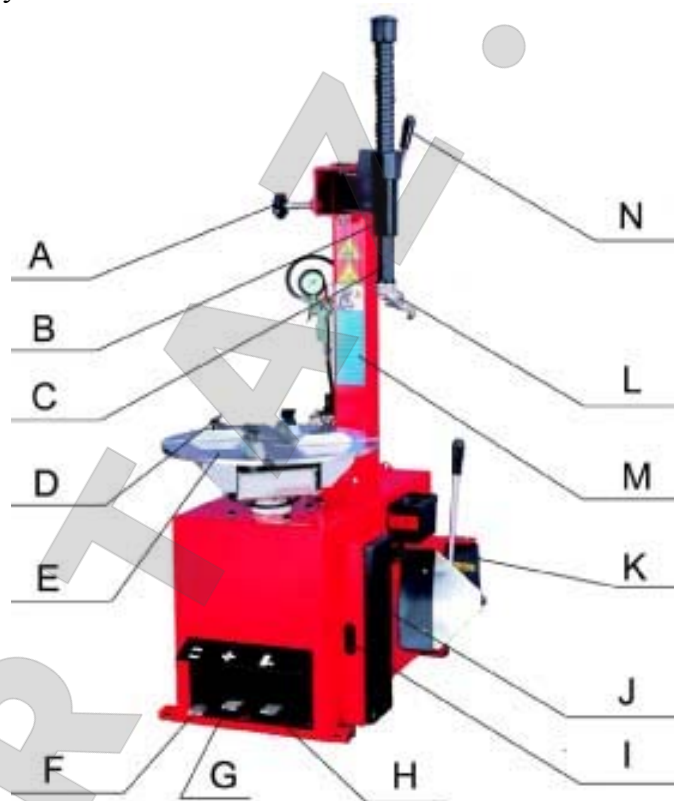

Рис.2
1) Подключите стенд к источникам электропитания и подачи воздуха и подождите какое-то время, чтобы давление сжатого воздуха достигло значения 8 Bar. 2) Нажмите педаль вращения стола (3, рис.2). Монтажный стол должен вращаться по часовой стрелке. Поднимите педаль. Стол должен вращаться против часовой стрелки. 3) Нажмите педаль отжима покрывки (1, рис.2) до срабатывания лопаты отжима. При отпускании педали она должна вернуться в исходное положение. 4) Нажмите педаль зажима кулачков (2, рис.2) для разведения кулачков. При повторном нажатии на педаль кулачки сходятся.
1) **ВНИМАНИЕ:** перед выполнением этой операции полностью спустите воздух из шины и уберите с колеса балансировочные грузы. 2) Во избежание повреждения шины и для облегчения процесса намажьте по всей поверхности закраины покрышки смазку. 3) Установите колесо на монтажный стол (4, рис.2). 4) Чтобы закрепить колесо на столе, сделайте следующее (в зависимости от размера колеса): Обод от 10" до 18": Поместите четыре кулачка (5, рис.2) в положение, отмеченное маркировкой на столике, выжимая до половины вниз педаль зажима (2, рис.2). Установите колесо на кулачки и, прижимая обод колеса, выжмите педаль захвата до упора. Убедитесь, что колесо прочно удерживается кулачками.
5) Опустите штангу (7, рис.2), пока монтажная головка (6, рис.2) не окажется рядом с ободом над колесом. При помощи блокировки зафиксируйте положение штанги.
7) Поднимите закраину покрышки на носик монтажной головки. Для этого вставьте монтажную лопатку между закраиной шины и носиком монтажной головки, затем приподнимите педаль вращения стола (3, рис.2).
- 9) Удерживая монтажную лопатку (14, рис.2) в нужном положении, вращайте стол по часовой стрелке, полностью выжав педаль вращения стола. Продолжайте, пока шина полностью не отделится от обода.
- 3) Зафиксируйте обод колеса при помощи внутренних частей кулачков (5, рис.2).
- 4) **ПРИМЕЧАНИЕ:** если вы работаете с ободами одного и того же размера, нет необходимости постоянно фиксировать и освобождать штангу. Вместо этого сдвиньте в сторону плечо (8, рис.2) с зафиксированной штангой (7, рис.2).